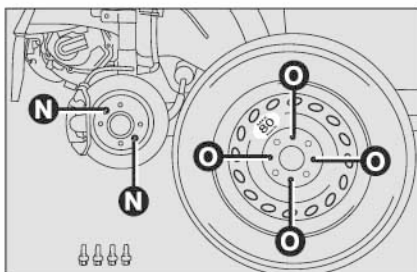

Рис. 7
- установите малое запасное колесо на ступицу, совместив пару направляющих штифтов **N** (рис. 7) с парой малых отверстий **O** колесного диска;